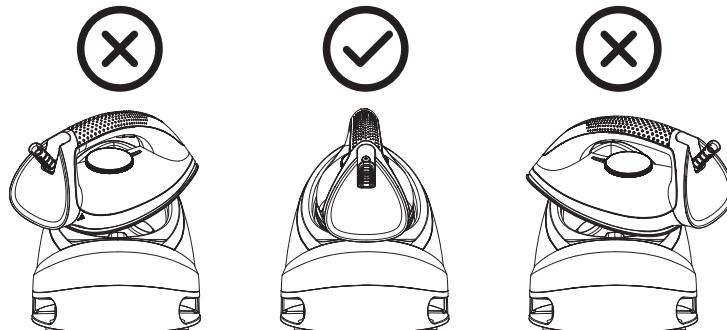

Fig. 3
Cuando ponga la plancha sobre el soporte de aislamiento térmico, deberá colocarla correctamente (consulte la Fig. 3).
2. Coloque correctamente la plancha sobre el soporte de aislamiento térmico de la base de la unidad (consulte la Fig. 3).
- Coloque correctamente la plancha sobre el soporte de aislamiento térmico de la base de la unidad (consulte la Fig. 3).